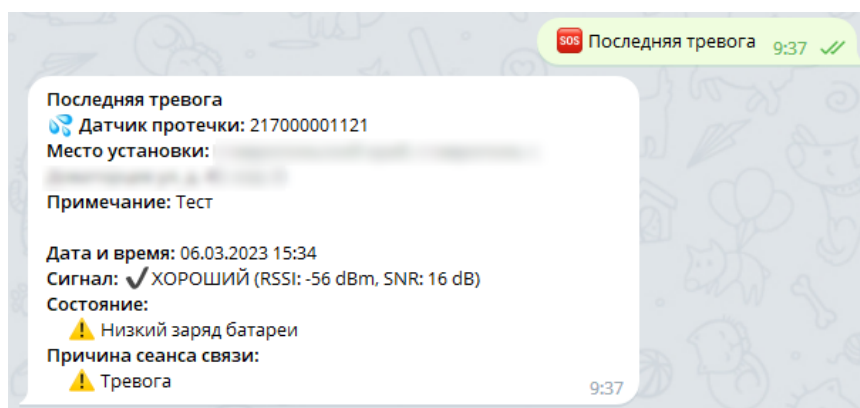

Рисунок 101 – Обращение к кнопке «Последняя тревога» и отображение данных о тревоге
–  – отображение сведений о последней тревоге и состоянии датчика (Рисунок 101);